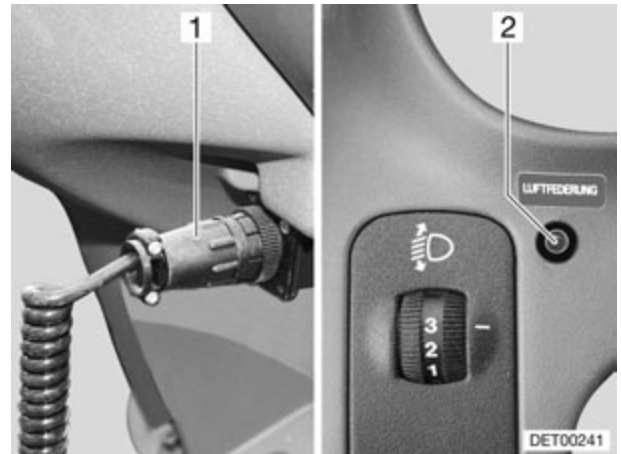

Fig. 7 Suspensión neumática
- ▶ Dejar conectado el mando a distancia en la caja de enchufe prevista para ello (Fig. 7,1). De lo contrario, no se realizará ninguna regulación del nivel o control correcto del sistema.
La luz de control (Fig. 7,2) en el salpicadero indica los estados de funcionamiento de la suspensión neumática del eje trasero.